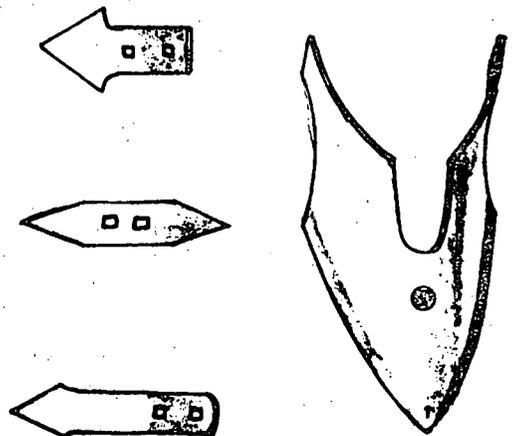

Fig. 4
- *Ponta de arpão.* Para lavar terreno plano. A terra corre sobre a ponta sem formar calombos (fig. 4).